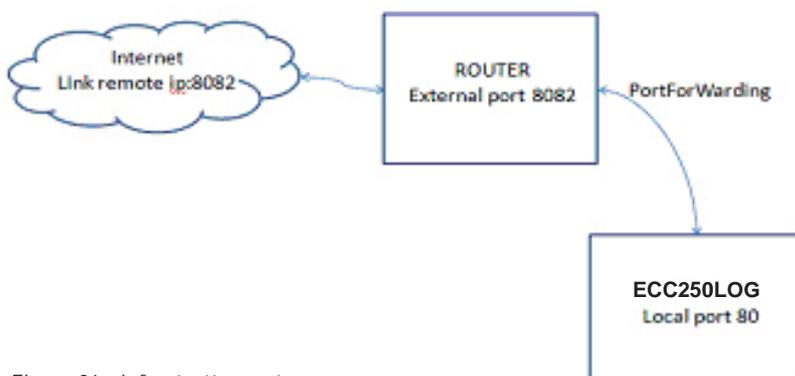

Figura 26 - Infrastruttura rete
- **HTTP Portforward:** definisce la porta http esterna, se diversamente configurata dall'80, per la corretta spedizione delle mail. Vedi Figura 26.